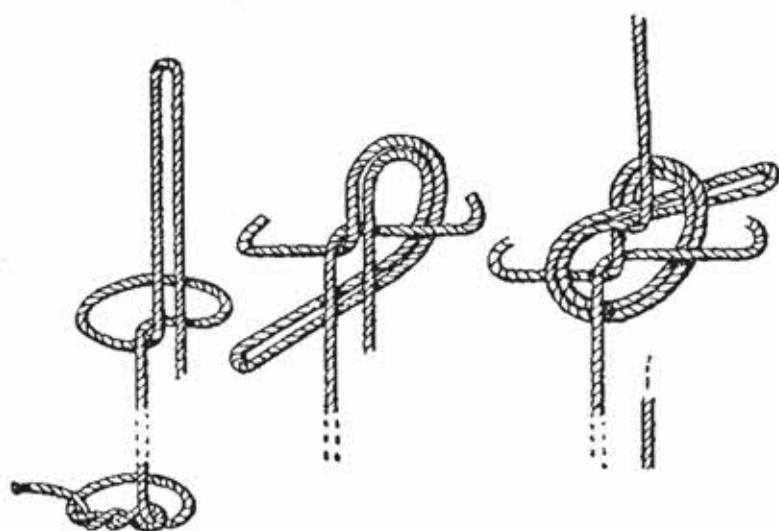

FIG. 319
1) *Nodo « Milano »* (fig. 319): è un nodo che non si stringe.